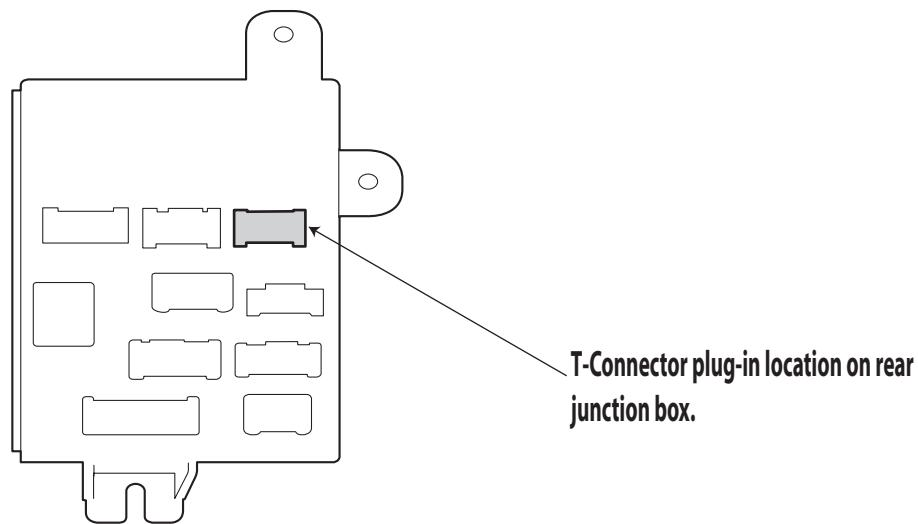

Figure 1
3. Locate the rear junction box and plug the 8-pin connector into the junction box (The open spot located to the top and outer edge of the junction box Fig. 1). Secure T-Connector harness with cable ties.
3. Localice la caja de ensambladura posterior y tape los 8-pinos conectador en la caja de ensambladura (el módulo detrás del panel de ajuste del pasajero Fig.1). Asegure el arnés del T-Connectador con las ataduras de cables. Cerciórese de tapar el extremo del T-Connectador firmemente en la caja de ensambladura dura del vehículo y las cerraduras del conectador en lugar. Tome el cuidado para no dañar las lengüetas de fijación. Instale el fusible 7.5A en la caja de la debajo-rociada fuse/relay del pasajero situada detrás de la ruta lateral del panel de retroceso del pasajero (quite la cubierta y el fusible del lugar en la ranura abierta en el centro de la caja del fusible consulta el manual del dueño) el T-Connectador a través del vehículo al lado del conductor y asegure los alambres con las ataduras de cables provistas. Saquese suavemente en el panel de ajuste posterior lateral del conductor para encaminar la caja negra del T-Connectador detrás del panel de ajuste y para asegurarla en una superficie plana y limpia detrás del panel de ajuste usando la cinta con dos aspectos proporcionada. Precaución: Cerciórese de evitar las áreas que podrían cortar, pellizcar o quemarse los alambres al encaminar el arnés a través del vehículo.
3. Localisez la boîte de jonction arrière et branchez les 8-goupilles connecteur à la boîte de jonction (le module derrière le panneau d'équilibre du passager Fig.1). Fixez le harnais de T-Connecteur avec des serres-câble. Veillez à brancher l'extrémité de T-Connecteur fermement à la boîte de jonction du véhicule et aux serrures de connecteur dans l'endroit. Faites attention pour ne pas endommager les étiquettes de fermeture. Installez le fusible 7.5A sur la boîte du sous-tiret fuse/relay du passager située derrière l'itinéraire latéral de panneau du bas du passager (enlevez la couverture et le fusible d'endroit dans la fente ouverte au milieu de la boîte de fusible consultez le manuel du propriétaire) le T-Connecteur à travers le véhicule au côté du conducteur et fixez les fils avec les serres-câble fournis. Retirez doucement sur le panneau d'équilibre arrière latéral du conducteur pour conduire la boîte noire du T-Connecteur derrière le panneau d'équilibre et pour la fixer sur une surface plane et propre derrière le panneau d'équilibre en utilisant la bande recto-verso fournie. Attention : Assurez-vous évitez les secteurs qui pourraient couper, pincer ou brûler les fils en conduisant le harnais à travers le véhicule.